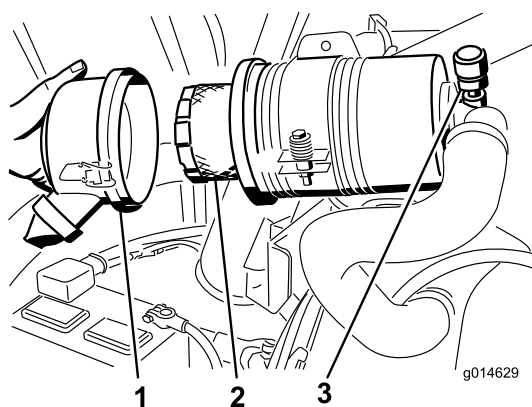

Figure 59
3. Déposez et remplacez le filtre (Figure 59).